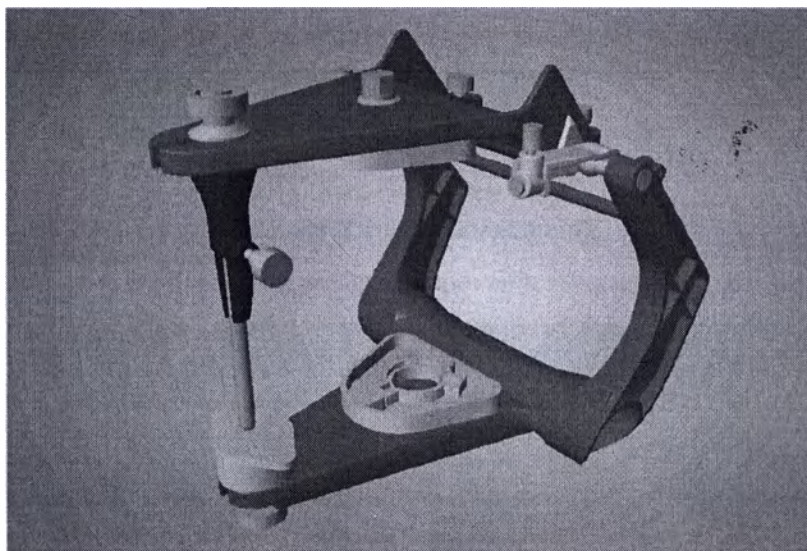

Рис.10
2. Откалибруйте виртуальный артикулятор, чтобы он соответствовал настоящему артикулятору (рисунок 10).